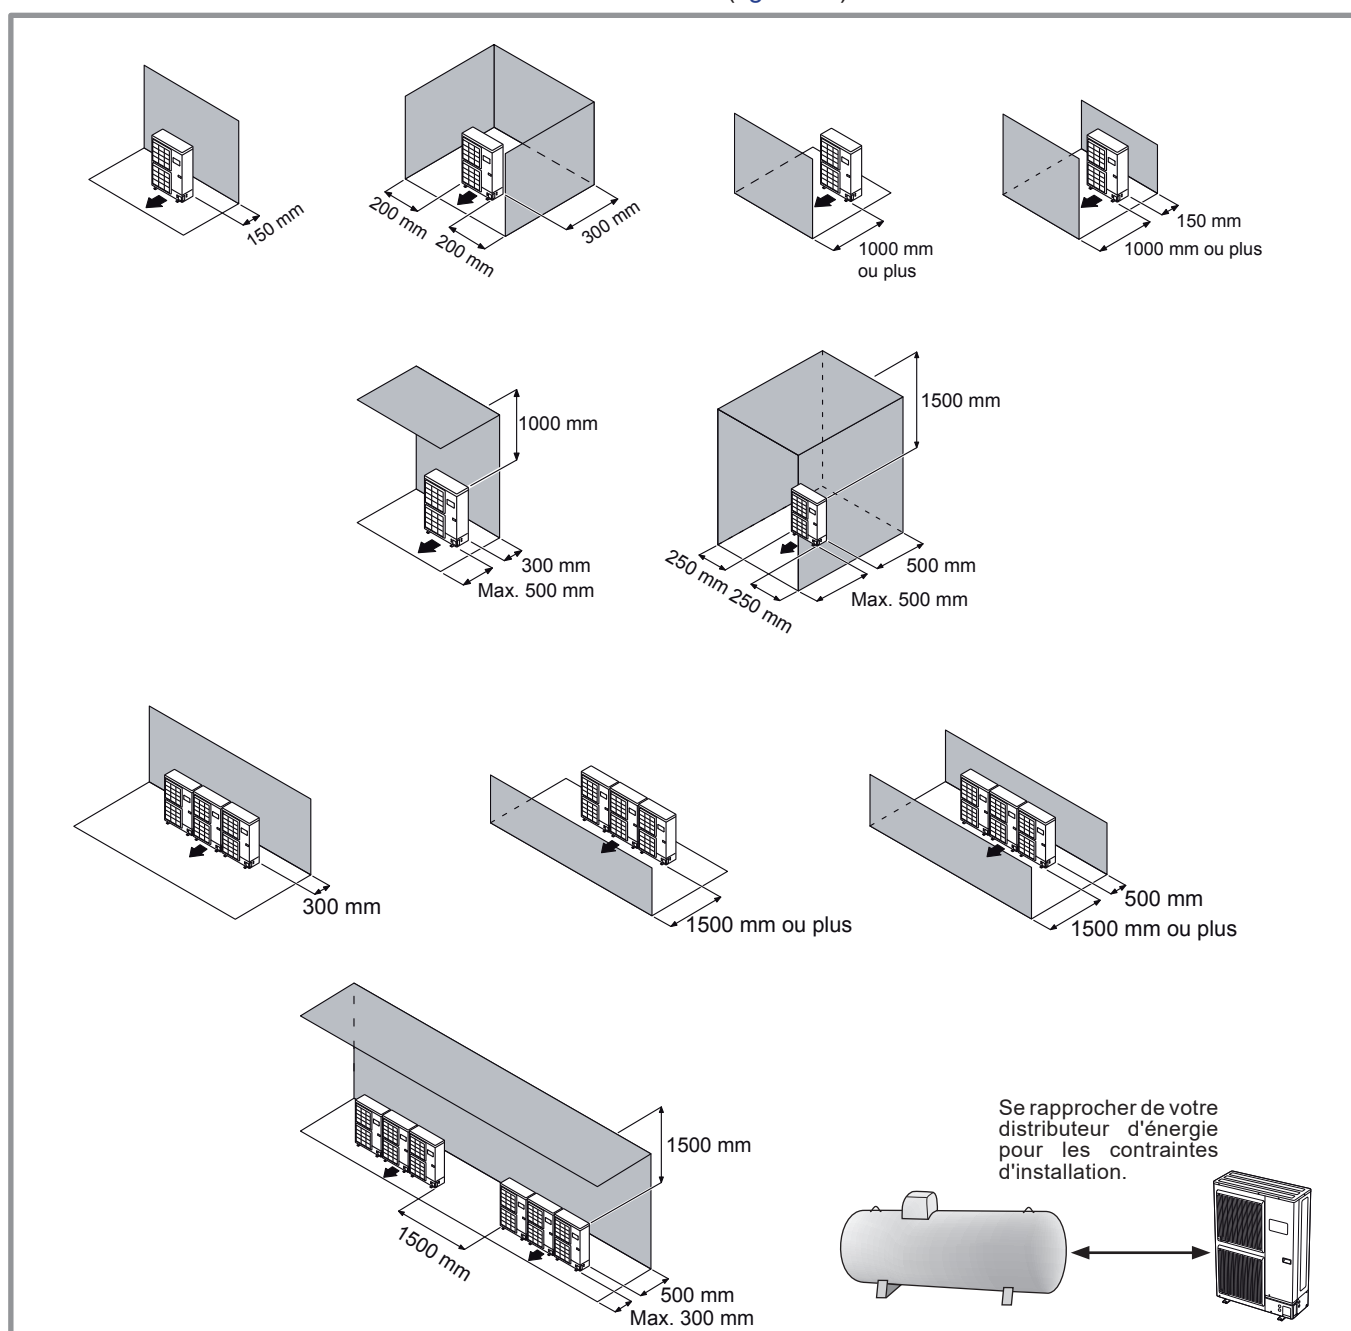

figure 14 - Dégagements minimum d'installation autour de l'unité extérieure
☞ **L'unité extérieure doit exclusivement être installée à l'extérieur (dehors). Si un abri est requis, il doit comporter de larges ouvertures sur les 4 faces et respecter les dégagements d'installation (figure 14).**
- L'appareil doit être parfaitement accessible pour les travaux d'installation et de maintenance ultérieurs (figure 14).
- Aucun obstacle ne doit entraver la circulation de l'air à travers l'évaporateur et en sortie du ventilateur (figure 14).